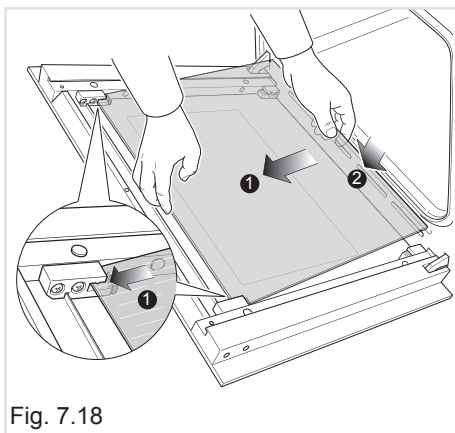
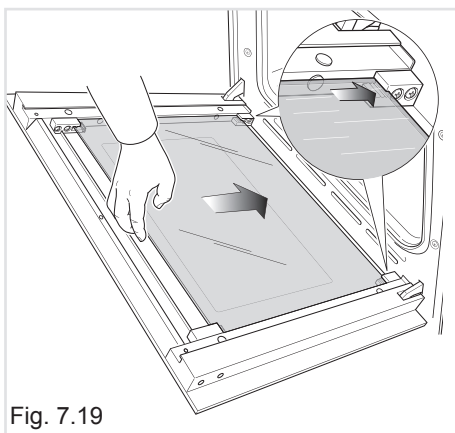

Fig. 7.18
Fig. 7.19
- Insérez en douceur le bord supérieur de la vitre dans les pinces supérieures (flèche 1 sur la fig. 7.18), puis abaissez la vitre et insérez le bord inférieur dans les pinces inférieures (flèche 2 sur la fig. 7.18); ensuite, faites glisser la vitre en position (fig. 7.19).